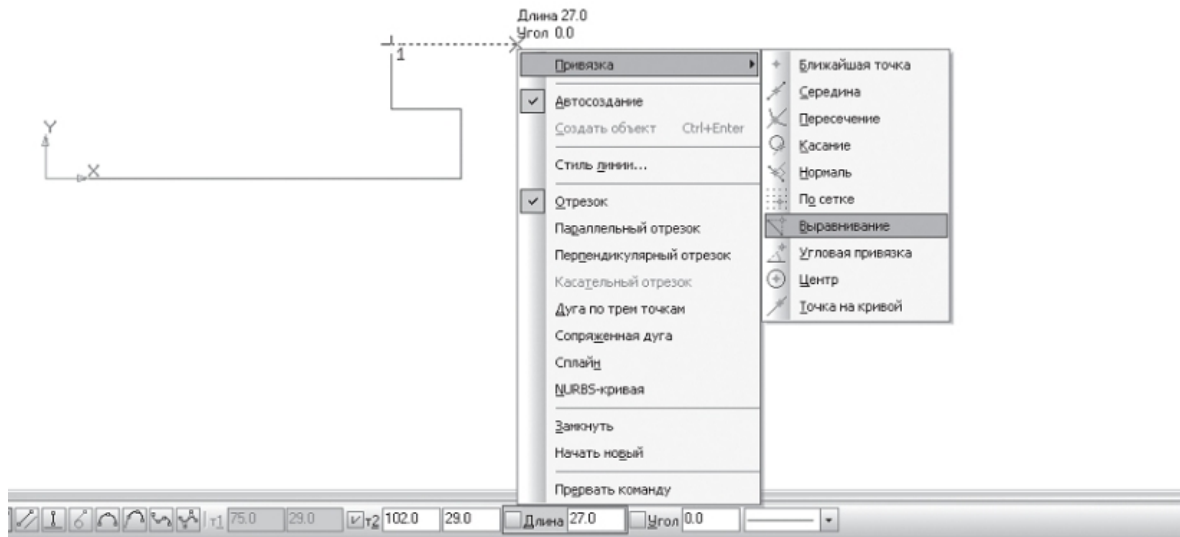

Рис. 2.5. Вибір локальної прив'язки Вирівнювання.
- для точної побудови наступного відрізка клацніть правою клав'яшею миші (ПКМ) в будь-якій точці креслення. У контекстному меню, яке з'явилося поставте курсор на меню прив'язки, клацання миші при цьому виконувати не потрібно. Після цього вміст меню автоматично розкриється. Виберіть зі списку прив'язку вирівнювання клацанням ЛКМ (рис. 2.5);